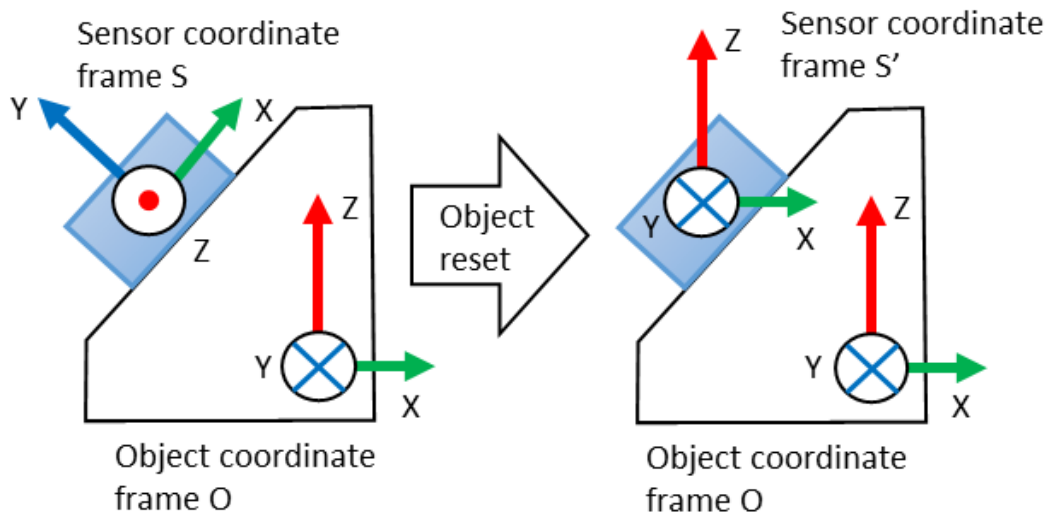

图 3-坐标系复位是传感器坐标系与对象的坐标系保持一致。
对象重置是将 LPMS 坐标系(S)对齐所连接的目标坐标系 (O) (参见图 3)。该传感器的 X 轴对准物体坐标系的 XZ 平面,即 LPMS 可以用来识别物体的 X 轴。为了保持全局垂直,对象必须是面向对象的,对象 Z 轴是竖直的。对象重置会使新的 S' 坐标系和对象坐标系对齐。